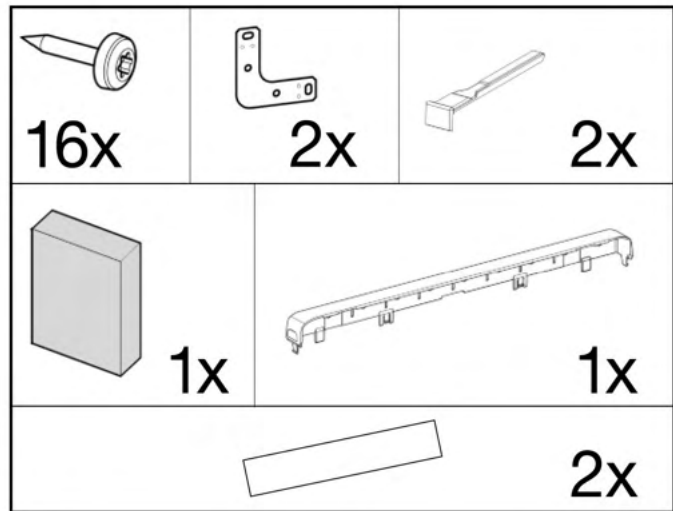
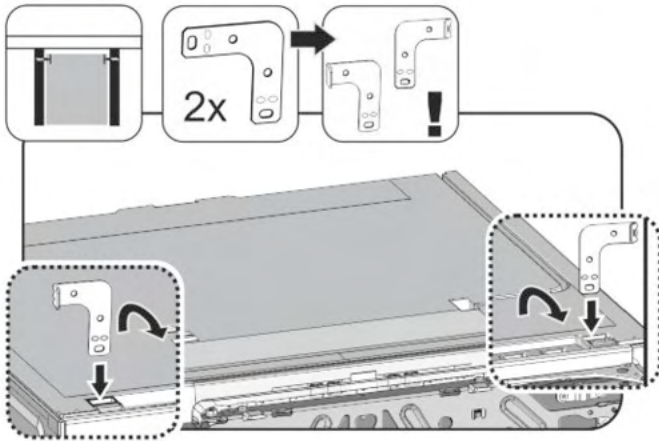

Fig. 3
Fig. 10
- Unterbau unter harte Arbeitsplatte wie Granit (siehe Fig. 3 u. Fig. 10).